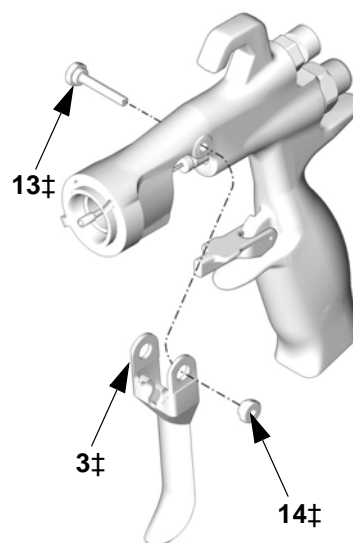

FIG. 37
- Afmontér aftrækkerens drejestiftmøtrik (14‡), drejestift (13‡) og aftrækker (3‡) med pistolværktøjet (30) og spændnøglen (29). Se FIG. 37.